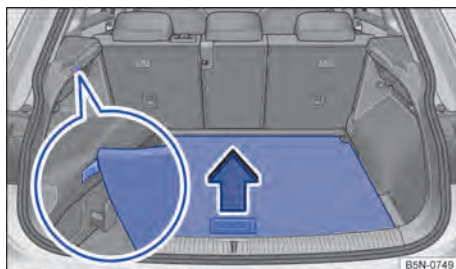

Fig. 214 No compartimento de bagagem: levantar o assoalho do compartimento de bagagem.
- Para *abrir*, pegar no rebaixo no assoalho do compartimento de bagagem com uma mão → Fig. 214 e dobrar para cima o assoalho do compartimento de bagagem no sentido da seta, até que ele fique seguro nas travas laterais (setas) → Fig. 214.